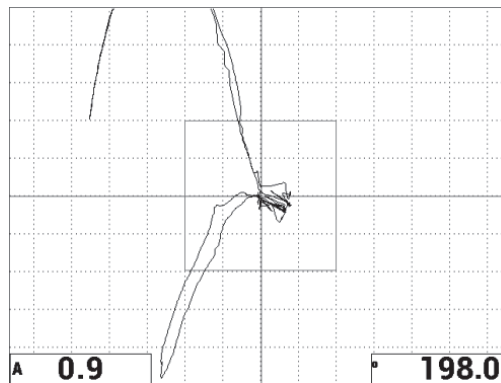

Figura 6-10 L'ampiezza (A) e la fase (°) del punto fluttuante XY
Le letture visualizzano in tempo reale l'ampiezza (A) la fase (°) del punto fluttuante XY (vedere Figura 6-10 a pagina 143). Per informazioni su come modificare le letture in tempo reale vedere la sezione "Visualizzazione delle letture in tempo reale" a pagina 70.